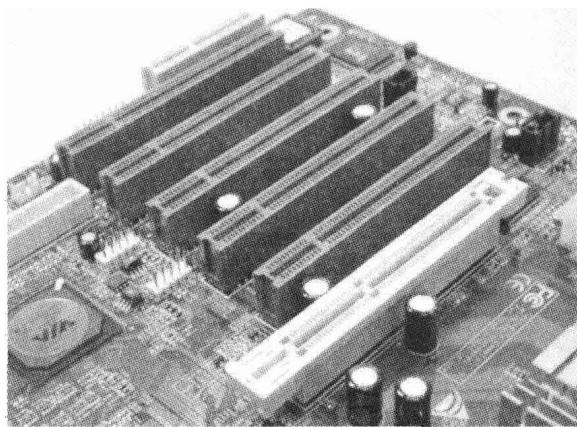

图 1-11 AGP 接口
(1) AGP1.0 规范：AGP 是“Accelerated Graphics Port”的缩写，可译为“加速图形接口”，如图 1-11 所示。AGP1.0 规范由 Intel 于 1996 年 7 月发布。它以 66MHz PCI 2.1 版规范为基础进行了扩充和改进，工作频率为 66MHz，工作电压为 3.3V，分为 1X 和 2X 模式，数据传输速率分别为 266MB/s 和 533MB/s。虽然现在看来其传输速率并不是很大，但在一段时间内基本满足了显示设备与系统交换数据的需要。